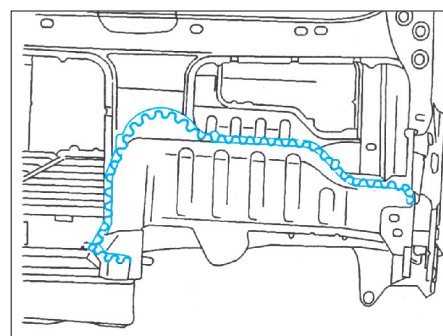

FIG. 144
- Appliquer un mastic d'étanchéité et de soudage (Fig.144).